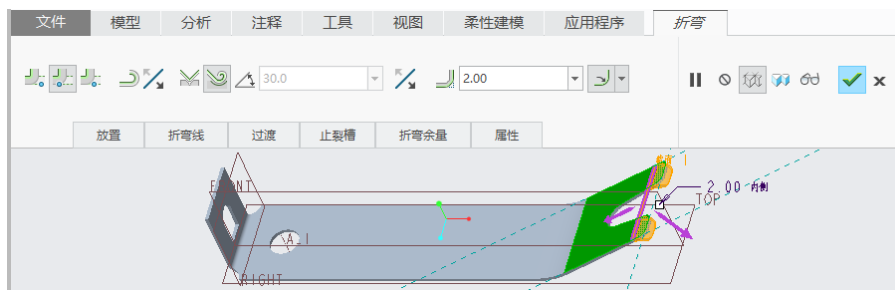

图 5-67 调整固定侧位置后的预览效果 (并注意折弯方向)
- (6) 在“折弯”选项卡的  (折弯半径) 值框中输入折弯半径为“2”, 确保选择  (标注折弯的内侧曲面, 即标注内侧半径) 图标选项。
(7) 在“折弯”选项卡中通过单击  图标旁的  (更改固定侧的位置) 按钮, 来获得图 5-67 所示的折弯效果 (并注意折弯方向)。接着在“止裂槽”面板中, 从“类型”下拉列表框中选择“无止裂槽”选项。